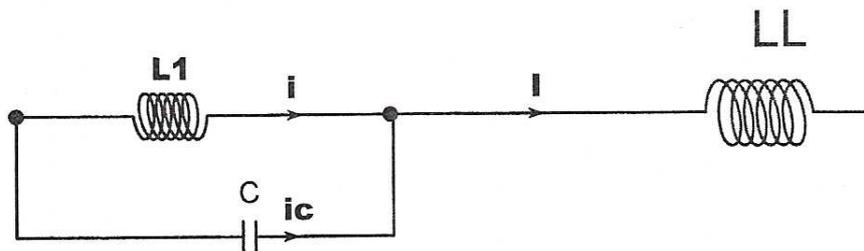

Figure 5
20. La figure 5 représente, au moment de la fermeture de  $Th_e$  (le thyristor principal  $Th_p$  étant toujours en conduction), la circulation des courants dans  $L_1$  et  $C$ .